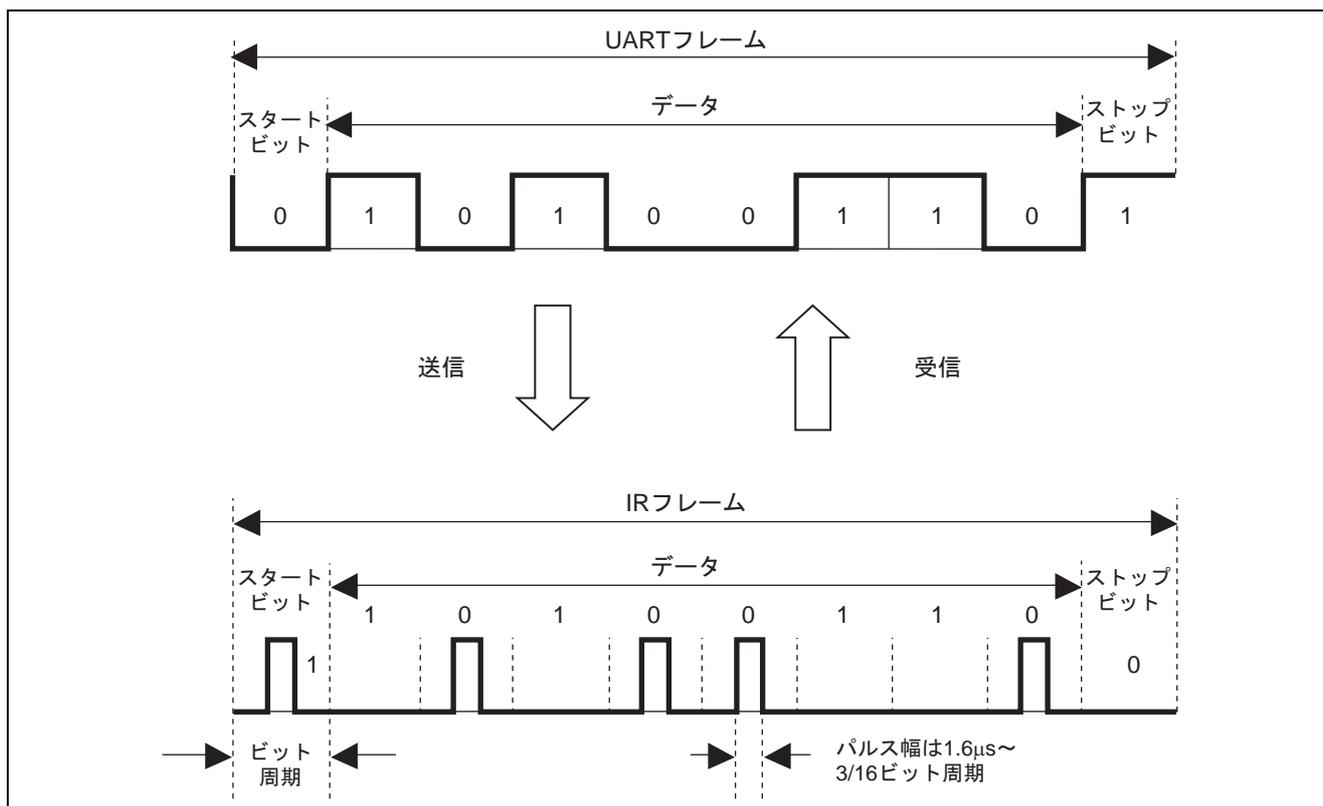

図 3 IrDA 通信の送信受信動作
- IrDA 通信では調歩同期式モードの UART フレームをエンコードして IR フレームに変換し送信を行い、また、IR フレームをデコードして UART フレームに変換し受信を行います。図 3 に UART フレームと IR フレームの関係を示します。